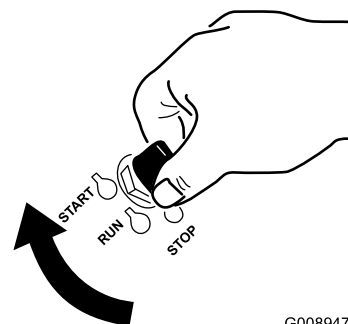

Figura 30
1. Gire la llave a la posición de ARRANQUE (Figura 30).